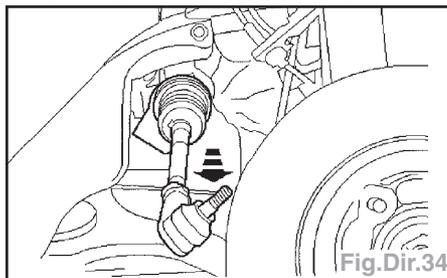

Fig.Dir.34
- Déposer le boîtier de direction à travers le passage de roue (Fig.Dir.34).